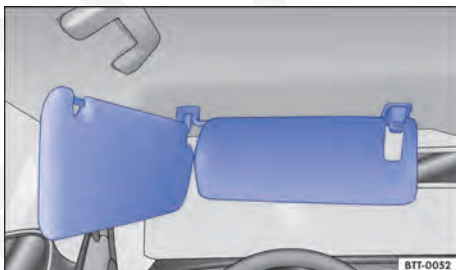

Fig. 113 No revestimento do teto dianteiro: para-sóis duplos para o condutor.
- Deslocar o para-sol virado para a porta na direção longitudinal para trás ⇒ Fig. 113.